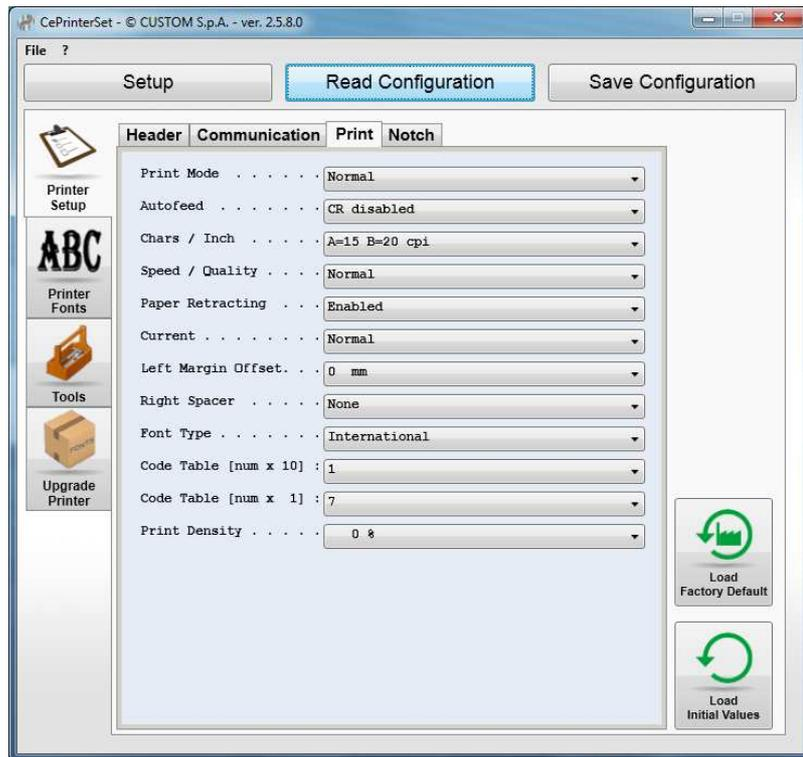

Рисунок 22 – Закладка «Print»
- Откроется меню настройки параметров печати (см Рисунок 22)